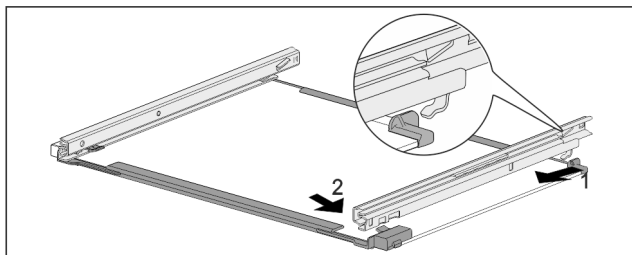

Fig. 160 Стеклопанель с направляющими
- ▶ Зацепите направляющую сзади. Fig. 160 (1)
- ▶ Защелкните направляющую спереди. Fig. 160 (2)